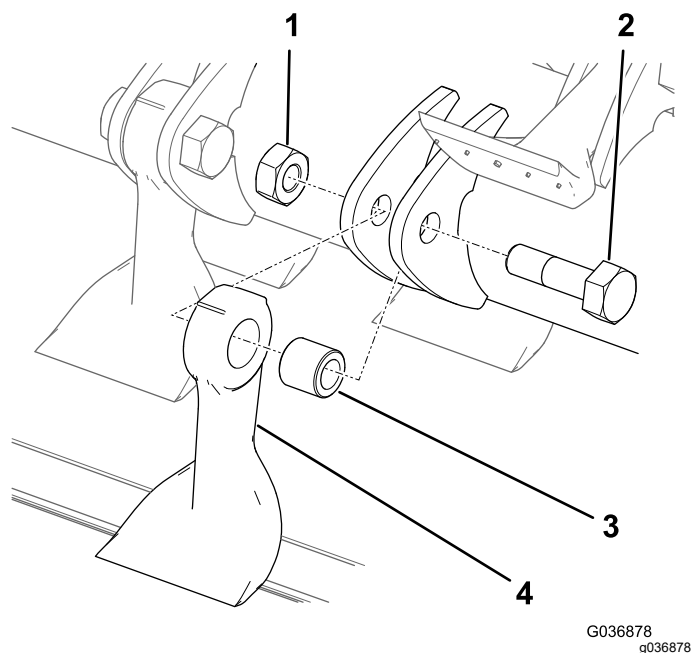

Figura 84
7. Afferrando la lama con un panno o un guanto imbottito, rimuovete il dado, il bullone, la boccola e la lama (Figura 84).
9. Montate una nuova lama e boccola con un nuovo dado e bullone della lama (Figura 84).